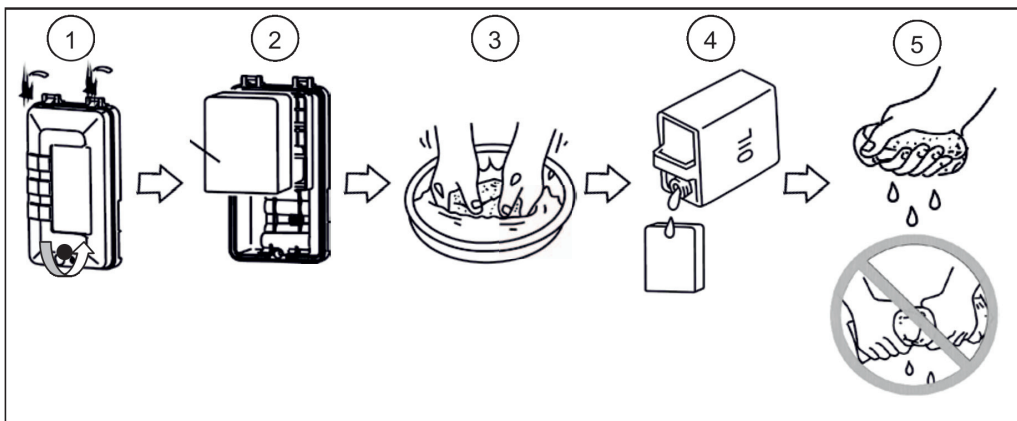

Рис. 23
1. Снимите крышку воздушного фильтра, открутив винт крепления крышки (рис. 23)